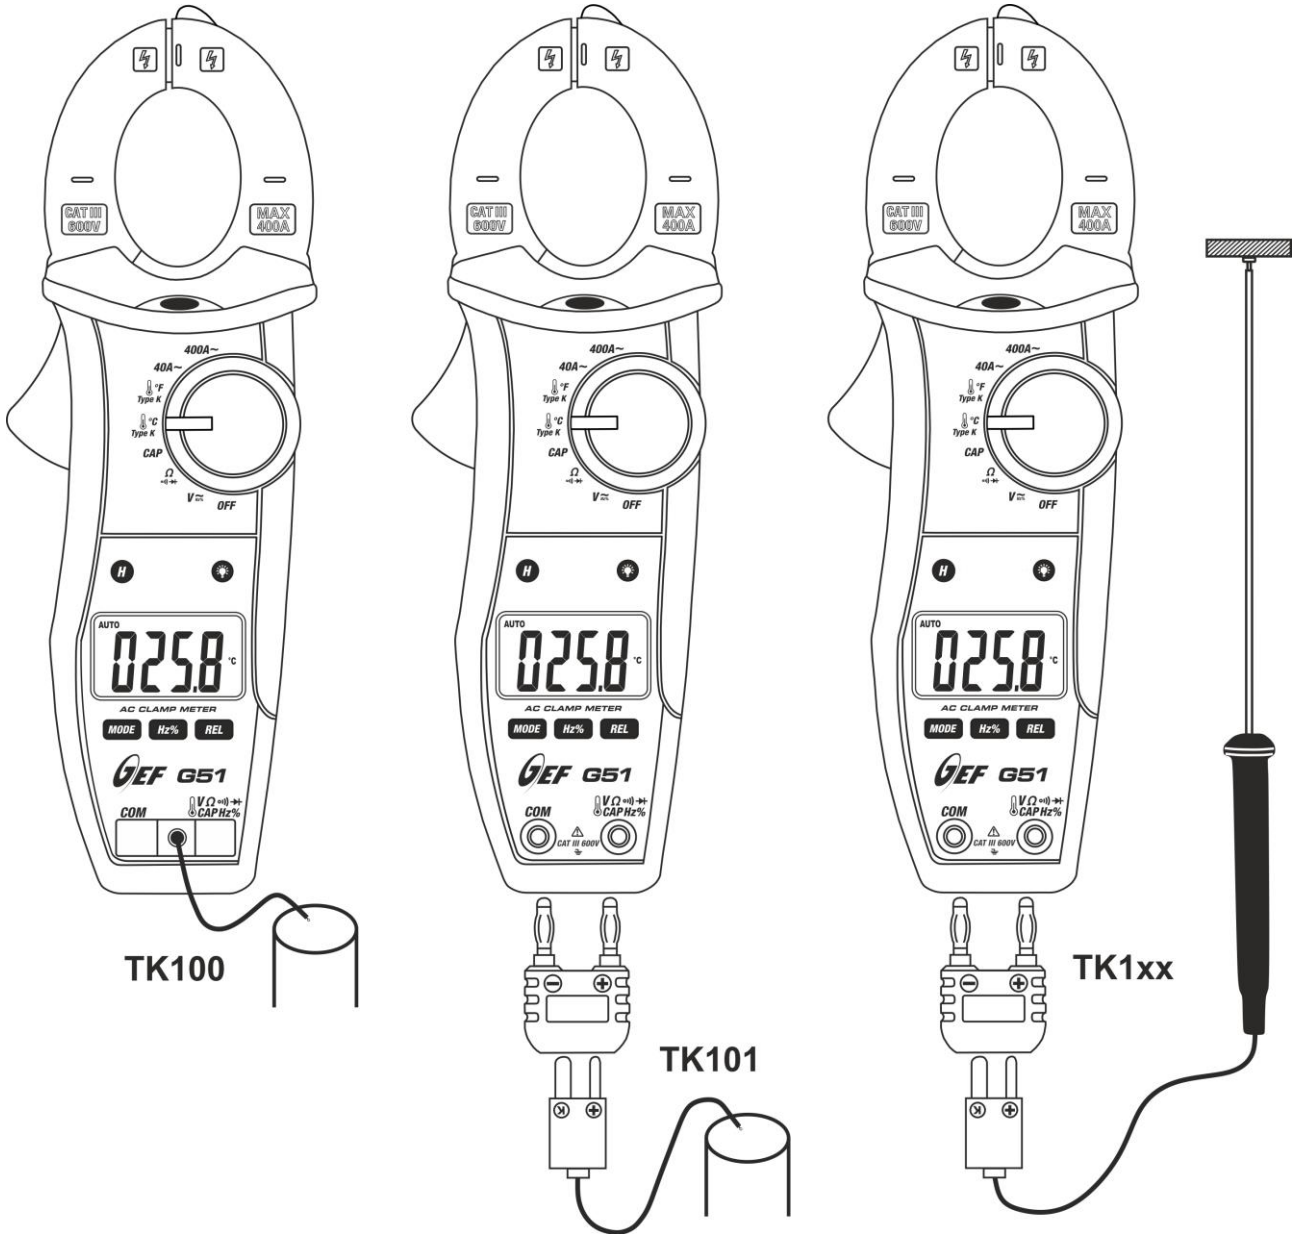

Fig. 9: Uso de la pinza para medida de Temperatura con sonda tipo K
2. Inserte la sonda de hilo tipo K en dotación (accesorio **TK100**) o la sonda de hilo tipo K opcional **TK101** con su adaptador o la sonda tipo K con mango opcional **TK1xx** con su adaptador en los terminales de entrada **VΩ/Hz%** y **COM** respetando la polaridad mostrada en la Fig. 9